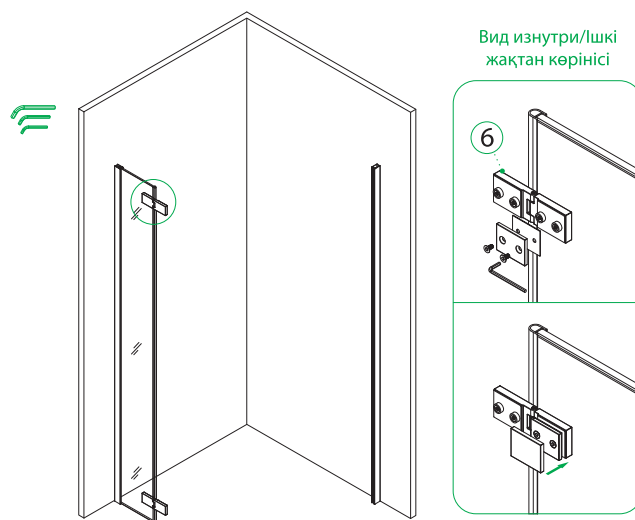

Рис. 9/9-сур.
- Установите дверные петли (№6, рис. 9).